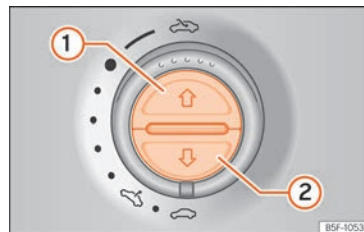

Fig. 112 En el revestimiento interior del techo: teclas de la cortinilla parasol.
- Pulse la tecla » fig. 112 ① brevemente.
- *Cortinilla parasol:* antes de que transcurran aprox. 5 segundos desde la activación de la función antiaprisionamiento, pulse la tecla » » » **fig. 112** **②** hasta que la cortinilla se cierre completamente.